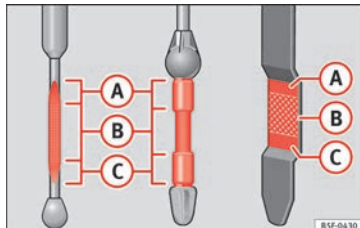

Fig. 240 Oliepind med markeringer til motor-
• Hvis motoroliestanden mindst er i området »» **Fig. 240 (B)**, skal du skubbe oliepinden
• **Du må ikke starte motoren, når motoroliestanden er over område »» **Fig. 240 (A)**. Ellers kan katalysatoren og motoren blive beskadiget.**
Motoroliestanden må aldrig være over område »» **Fig. 240 (A). Hvis den er det, kan der via krumtaphusudluftningen blive suget olie ind, som derefter kommer ud i atmosfæren via udstødningssystemet.**